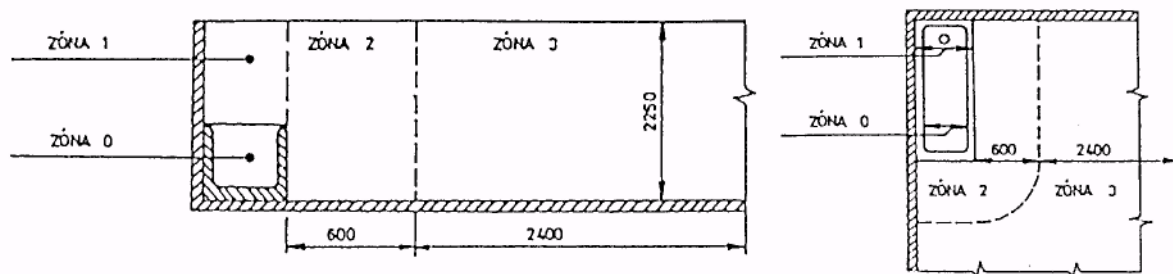

Рис. 1
- котел может быть установлен в обычной среде. Котел запрещается устанавливать в ванных комнатах и душевых в зонах (0, 1, 2, 3 – см. рис.1, стр. 10).